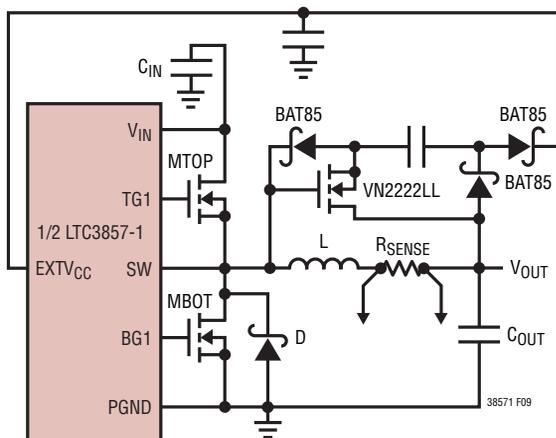

図9. EXTVCCの容量性チャージポンプ
4. EXTVCCを出力から得られる昇圧ネットワークに接続します。3.3Vレギュレータや他の低電圧レギュレータでは、4.7V以上に昇圧した出力から得られる電圧にEXTVCCを接続すれば効率が改善されます。これは、図9に示されているような容量性チャージポンプを使って行うことができます。必ずEXTVCC < VINとなるようにします。